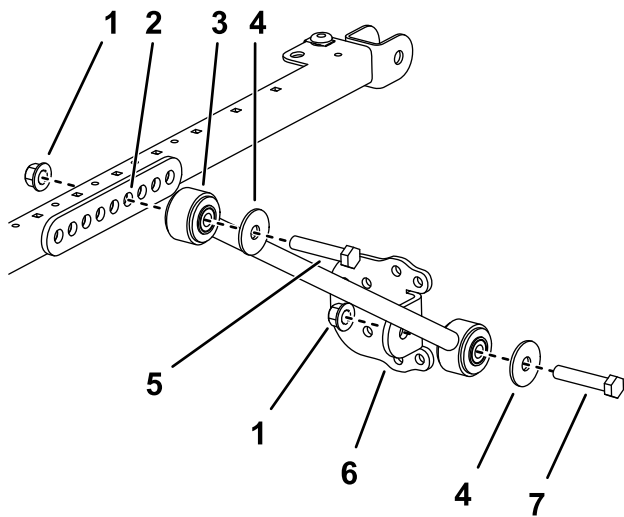

Bild 45
5. Befestigen Sie an jeder Seite des Sonnendachrahmens einen Verlängerungslenker mit zwei Schrauben ($\frac{1}{2}$ " x $2\frac{3}{4}$ ") und zwei Bundmutter ($\frac{1}{2}$ ") lose im vierten Loch der Strebenbefestigung, wie in Bild 45 abgebildet.
6. Befestigen Sie eine Strebenhalterung mit einer Schraube (1/2" x 2 1/2"), einer Scheibe (1/2") und einer Bundmutter (1/2") an jeder Strebe, wie in Bild 45 abgebildet.